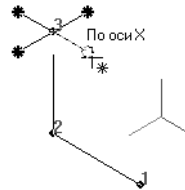

Рис. 106.2. Указание координатной оси в окне модели
- ▼ использовать изображение координатных осей рядом с построенной вершиной в окне модели (рис. 106.2).